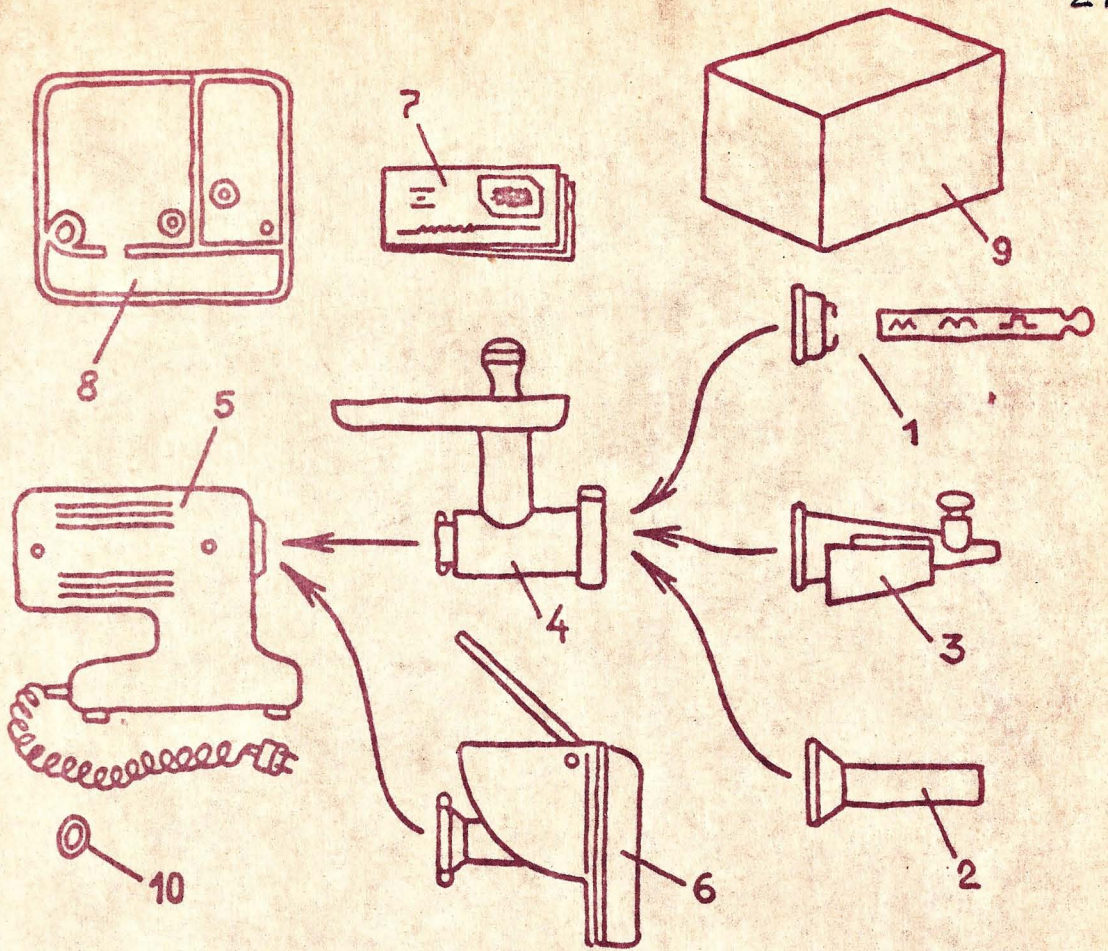

Рис. 17 . Электромясорубка ЭМШ-30/100-4
Основные функции (F) и недостатки (Н) элементов электромясорубки (см. рис. 17, 18):